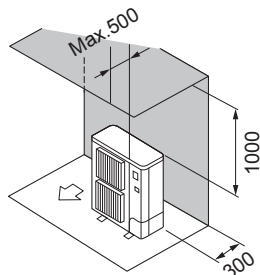

Fig. 2-4
- ② Alleen obstakels aan de achter- en bovenzijde (Fig. 2-4)